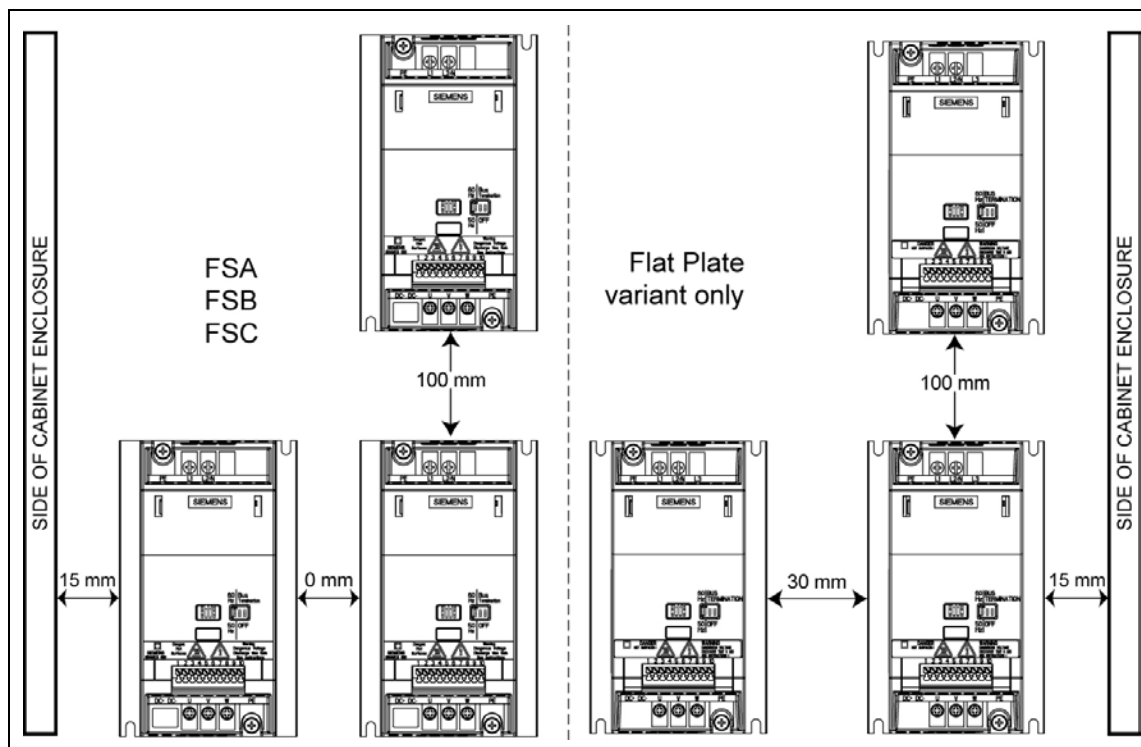

Figura 2-4 Espaços para instalação do inversor
Certificar que as passagens de ar do inversor não estão obstruídas. Para recomendação de espaçamento de instalação veja Figura 2-4 na página nº 24.
- Os inversores podem ser instalados na configuração lado a lado com distâncias mínimas como mostra a Figura 2-4 na página nº 24.